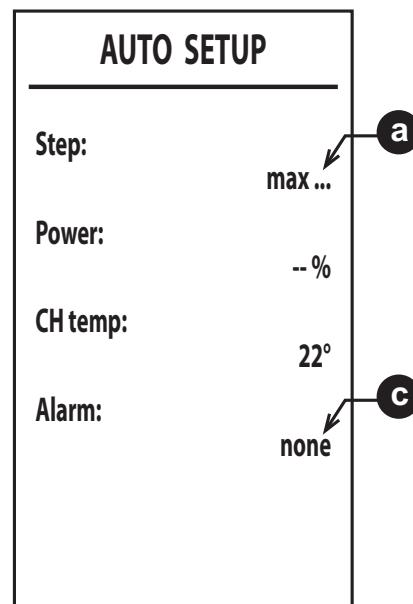

fig. 51
- 6.După aprindere, arzătorul se poziționează pe încălzire la diferitele puteri (max, med, min) indicate de punctul **a** (fig. 51). În cazul în care eliminarea termică a sistemului nu este suficientă pentru a termina procedura, se poate activa, **numai după ce s-a aprins arzătorul**, o solicitare de apă caldă menajeră.
- 8.Dacă secvența de aprindere descrisă la punctul „**6**” nu s-a finalizat cu succes, apare mesajul **max_err** la punctul **a** și un cod de eroare la punctul **c** (fig. 51).